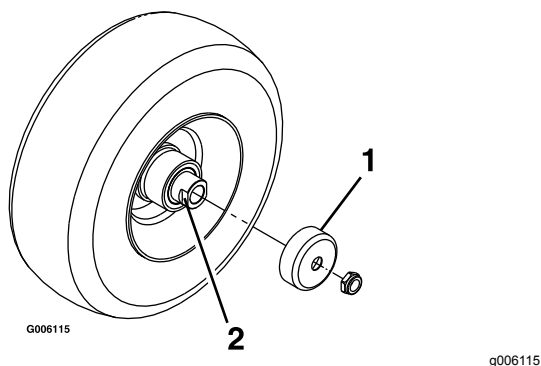

Figure 39
4. Déposez les protège-joints du moyeu de roue (Figure 39).